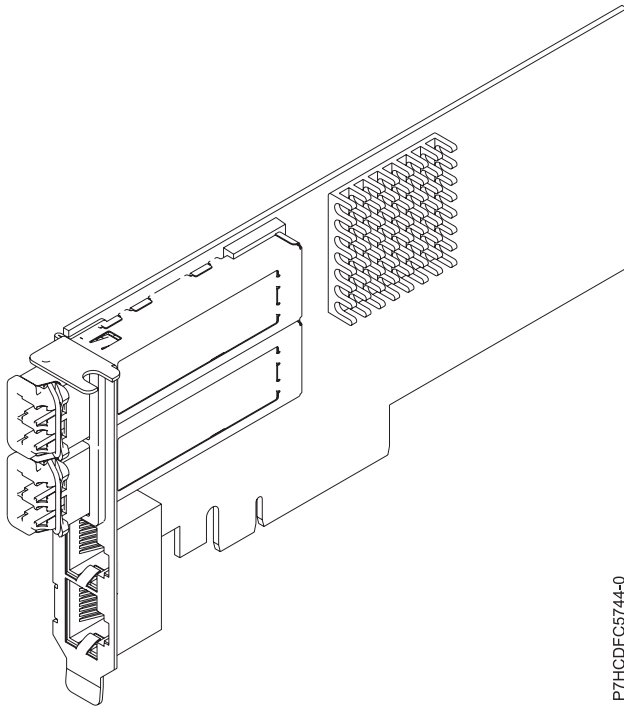

Figure 25. carte PCIe2 LP 2x10GbE SR 2x1GbE UTP
Le dispositif carte PCIe2 LP 2x10GbE SR 2x1GbE UTP est une carte PCI Express de génération 2 quatre ports Ethernet à connexion unifiée avec une interface de bus hôte PCI Express 2.0. Cette carte est optimisée pour l'informatique en nuage, la virtualisation, le stockage et les autres applications de centre de données. Cette carte comporte deux ports Ethernet 10 gigabits et deux ports Ethernet 1 gigabit. Les deux ports émetteurs-récepteurs SR (single root) SFP+ (small form-factor pluggable) 10 gigabits sont utilisés pour la connexion avec les autres serveurs ou commutateurs du réseau. Chaque port SFP+ (SR) fournit une connectivité Ethernet avec un débit nominal de 10 Gbps (gigabits par seconde) et utilise des câbles twinax SFP+ en cuivre pouvant atteindre une longueur maximale de 5 mètres. Chaque port RJ45 fournit une connectivité Ethernet avec un débit de 1 Gbps. Les fonctions d'agrégation de liaisons et de reprise en ligne de la carte sont idéales pour les applications réseau critiques qui nécessitent redondance et haute disponibilité. La figure 25, à la page 75 présente la carte FC 5745.